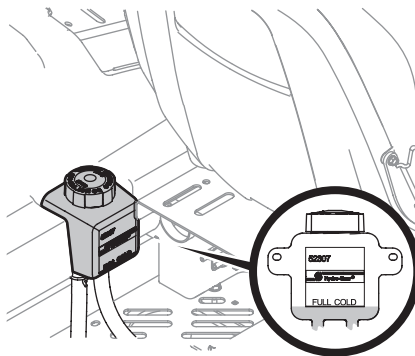

Figure 4-7
- Basculez le siège du conducteur vers l'avant et nettoyez le bouchon du réservoir et la zone autour du bouchon pour que les débris ne contaminent pas l'huile. Voir Figure 4-7.
- Tournez le bouchon vers la gauche pour le retirer, puis vérifiez le niveau d'huile. Il doit y avoir de l'huile au fond de la cuvette, cependant le niveau d'huile NE doit PAS dépasser la marque PLEIN FROID (FULL COLD). Voir Figure 4-7. NE REMPLISSEZ PAS CE RÉSERVOIR.